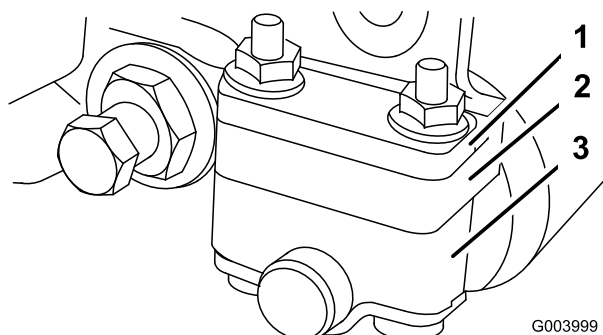
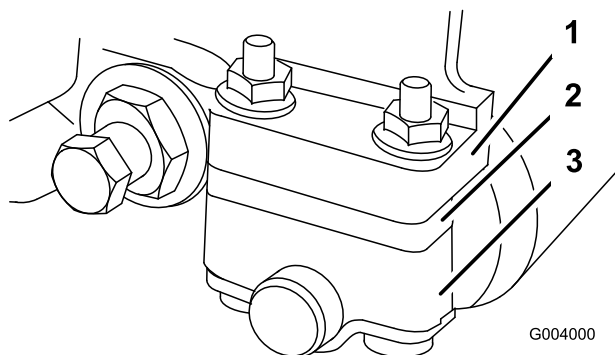

図 47
図 48
1. 使用する刈高範囲に合わせて後ローラ・ブラケット（図 47と図 48）の取り付け位置を上位置または下位置に変更する。
- ・ 刈高範囲が 3～25.4 mm の場合は、スペーサを、取り付けフランジの下にセットする (図 48)。